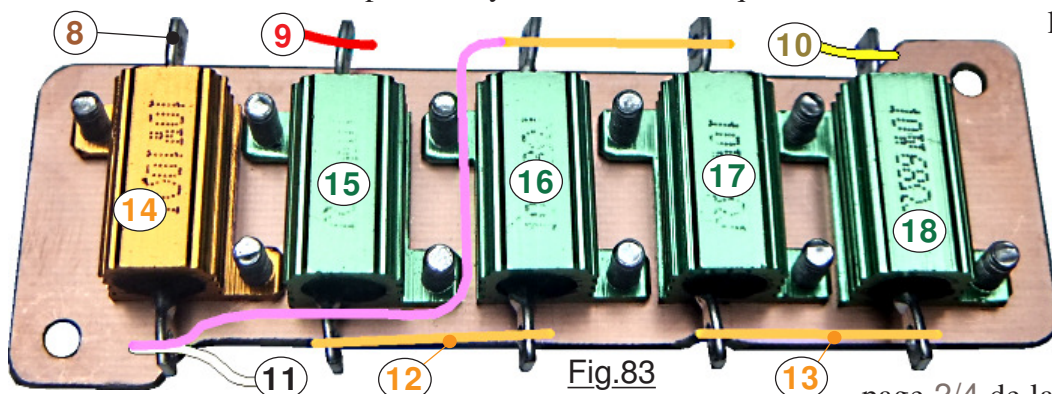

Fig.83
sur la cosse de la résistance de  $10\Omega$  par un tout petit boulon  $\phi M1,5$ . (Voir 8 sur la Fig.83) On peut alors insérer par son connecteur 3 le circuit de complément 7 sur le HE14 du circuit imprimé principal et insérer le total dans le coffret, 7 étant immobilisé sur la vis incluse sur la cloison centrale par l'orifice 4. Le connecteur 6 recevra ultérieurement l'énergie issue du panneau solaire. Quand à 5, c'est la liaison qui reçoit le gros fil blanc du bloc des résistances de puissance. (Voir 11 sur la Fig.83) Respecter les items ① à ③ avant de chercher à intégrer l'ensemble. Pour ma part, lorsque l'intégralité des actions de 1/4 est achevée, j'effectue déjà certains tests en reliant provisoirement le circuit imprimé principal aux périphériques de base. Quand toutes les vérifications sont positives, alors j'engage la phase suivante qui consiste à immobiliser le circuit imprimé des résistances de puissance qui en préambule a été préparé conformément à la Fig.83 dont la photographie a été copieusement "surchargée". La première chaîne de résistances